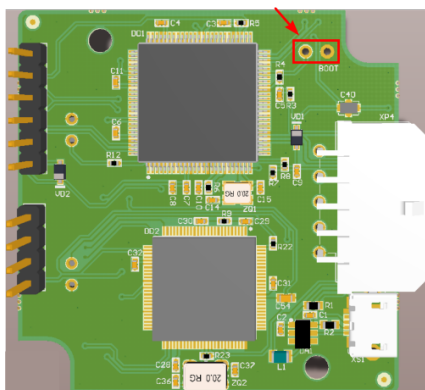

Рис.14. Замыкание контактов BOOT.
5. Нажать кнопку «Обновление». Начнется процесс загрузки списка поддерживаемых ТС (Рис.14).